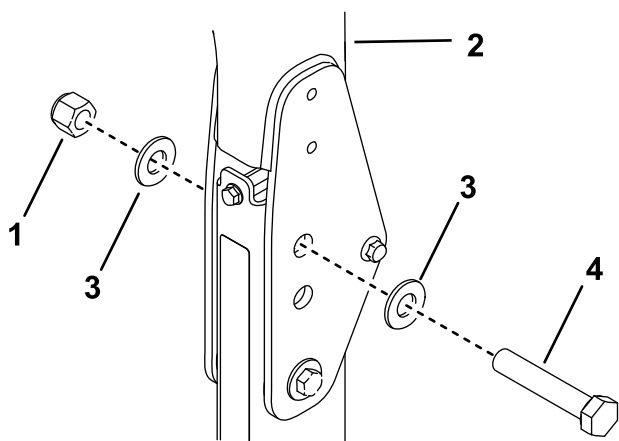

Рисунок 34
- Установите шайбу (13/16 x 1½ дюйма) на каждый болт (¾ x 4 дюйма), как показано на Рисунок 34.
- В отверстия, из которых были извлечены штифты, установите болты с шайбами (Рисунок 34).
- Установите еще по одной шайбе на каждый болт и закрепите с помощью гаек (¾ дюйма), как показано на Рисунок 34.